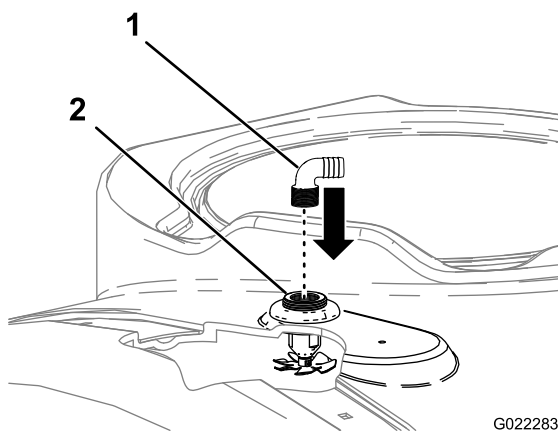

Figura 9
4. Instale as duas uniões roscadas de bico de lavagem nas aberturas roscadas das uniões roscadas do bico de lavagem (Figura 9).